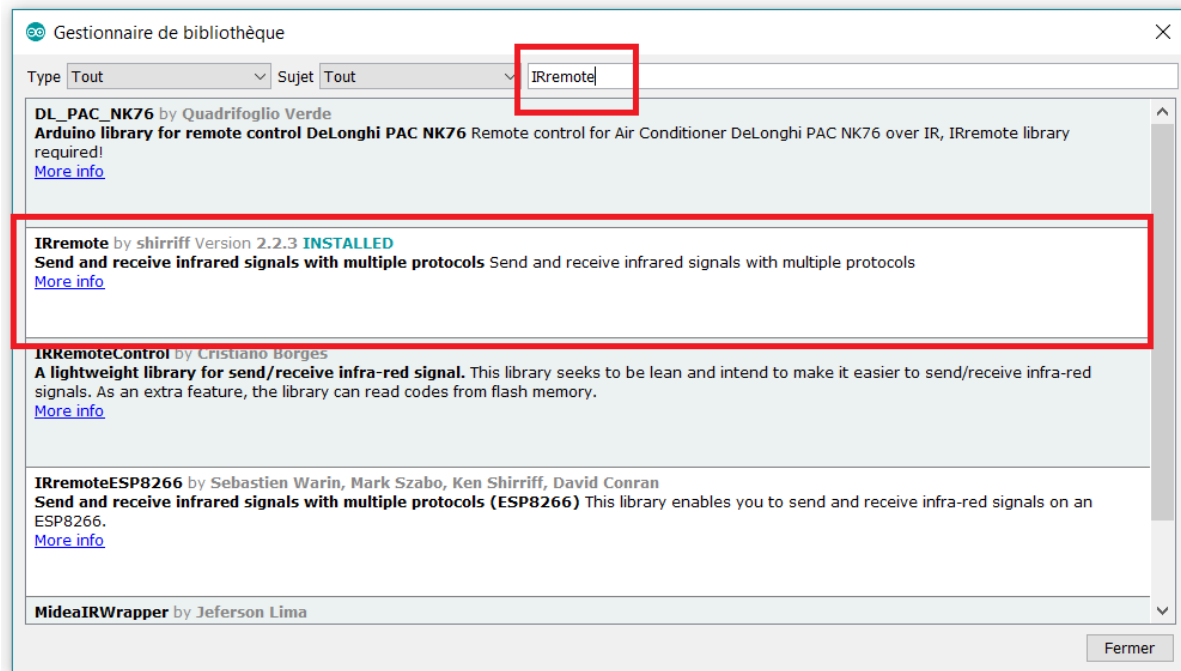

Fig. 2 – Installation de la librairie IRremote.
4. cliquer sur la librairie "IRremote" (voir Fig. 2) et l'installer;